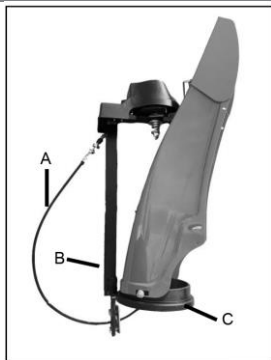
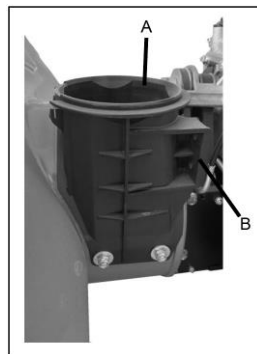

Рис.1
Рис.2
2. Поместите желоб на машину так, чтобы конец желоба (С) (рис.1) находился в седле желоба (А) (рис.2). Убедитесь, что опорная планка желоба (В) (рис.1) находится в правильном положении в седле (В) (рис.2).
3. Прикрепите опорную планку желоба (В) (рис.1) в посадочное место (В) (рис.2) двумя болтами и металлической пластиной.